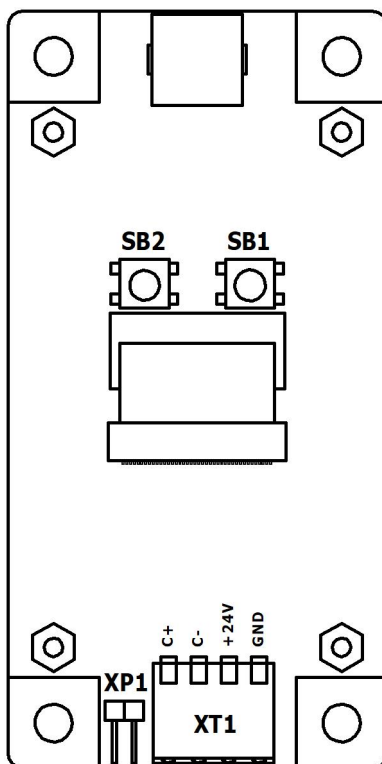

Рис.1. Расположение разъемов
7.2 Выполнить подключение разъема XT1 согласно таблице 1. Расположение разъемов показано на рис.1.